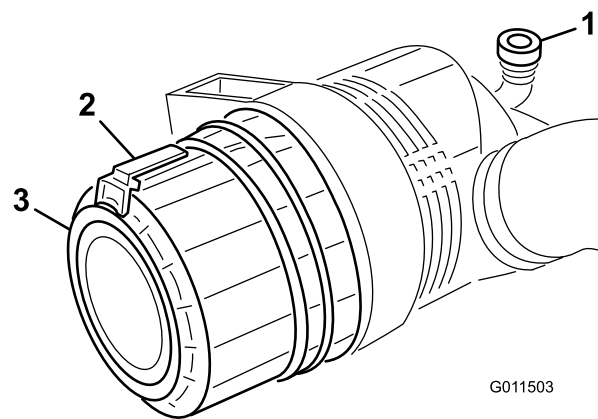

Figure 50
Faites l'entretien du filtre à air quand l'indicateur de colmatage (Figure 50) est rouge ou toutes les 400 heures (plus fréquemment si vous travaillez dans une atmosphère extrêmement poussiéreuse ou sale). N'effectuez pas l'entretien du filtre à air trop souvent.
1. Tirez le verrou vers l'extérieur et tournez le couvercle du filtre à air dans le sens anti-horaire. Enlevez le couvercle du corps (Figure 50). Nettoyez l'intérieur du couvercle du filtre à air.
6. Réarmez l'indicateur de colmatage (Figure 50) s'il est rouge.